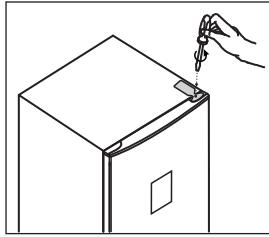
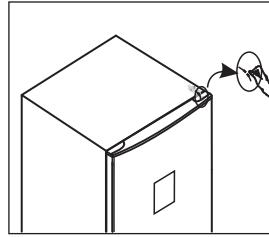

Рисунок 1.
Рисунок 2.
- Полностью откроите крышку (Рисунок 1)
- Потяните контейнер на себя (Рисунок 2)
1 - Открутите винт, фиксирующий крышку верхнего шарнира и снимите ее (Рис. 1). Отсоедините разъем группы проводов двери (Рис. 2). Открутите винты, крепящие провод заземления и верхний шарнир. Извлеките провода из шпильки верхнего шарнира и снимите шарнир.